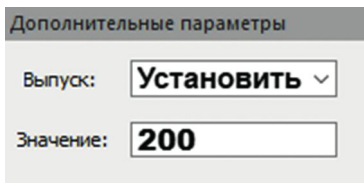

рис. 130
6. Увеличим обшивку всех стен так, чтобы она закрыла обвязку с перекрытием. Для этого выберите команду **Каркас/Заполнения/Изменить выпуск** и на панели **Дополнительные параметры** (рис. 130) сделайте следующее: